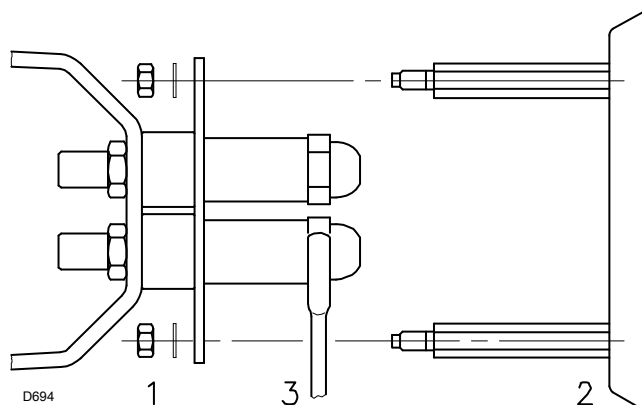

图 11
- 按第 10 页图 (7) 所示，将燃烧器沿滑杆取下。
- 取下螺母 1)(图 11) 和稳焰盘 2)。
- 使用扳手 3)(图 11) 更换喷嘴。